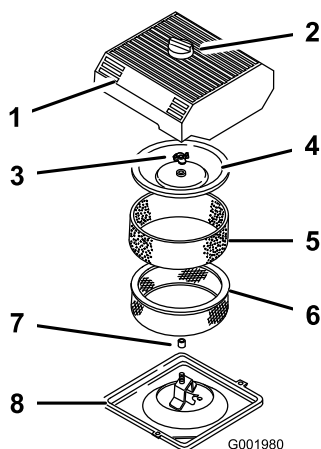

Figura 44
3. Pulite intorno al filtro dell'aria per evitare che la morchia possa penetrare nel motore provocando gravi danni (Figura 44).
4. Svitare la manopola sul coperchio del filtro dell'aria e togliete il coperchio (Figura 44).
5. Togliete con cautela l'elemento in schiuma sintetica dall'elemento di carta (Figura 44).
6. Svitare il dado del coperchio e togliete sia il coperchio che l'elemento di carta (Figura 44).
1. Infilate con cautela l'elemento in schiuma sintetica sopra l'elemento di carta del filtro dell'aria (Figura 44).
3. Avvitare a fondo, manualmente, il dado contro il coperchio (Figura 44).
4. Montate il coperchio del filtro dell'aria e la manopola (Figura 44).